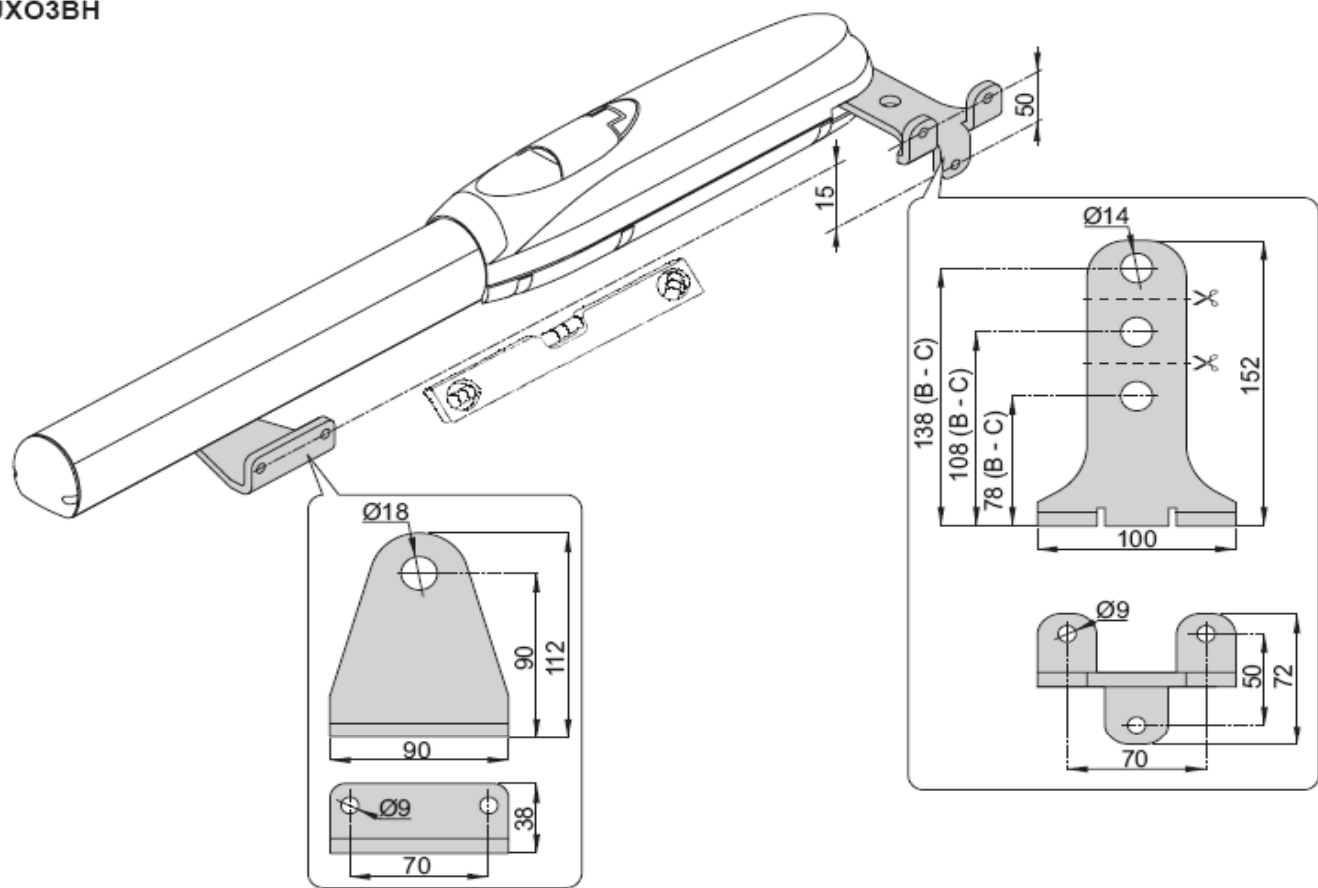

Fig. 5
- Przymocować siłownik LUXO 3BH do uchwytów(rys. 5)